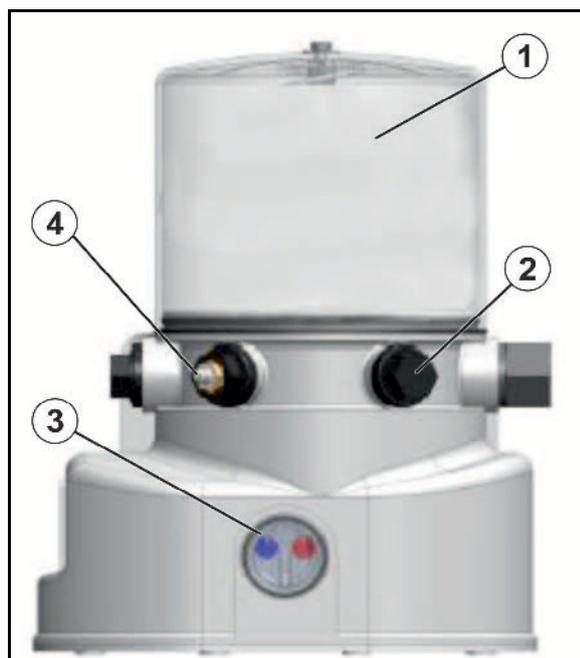

Fig. 38
1. Halterohr (Fig. 38/1) mit vier Schrauben (Fig. 38/2) außen am Ausleger verschrauben.
2. Jeweils zwei Zusatzgewichte (Fig. 38/3) an das Halterohr verschrauben (Fig. 38/4) und sichern.